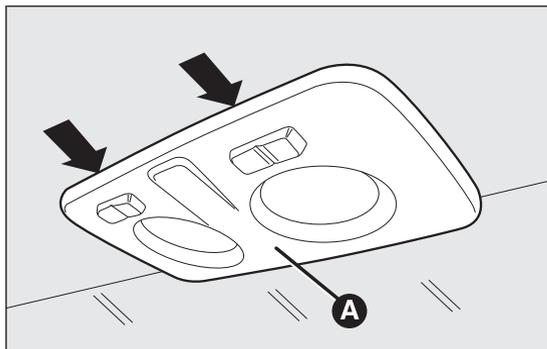
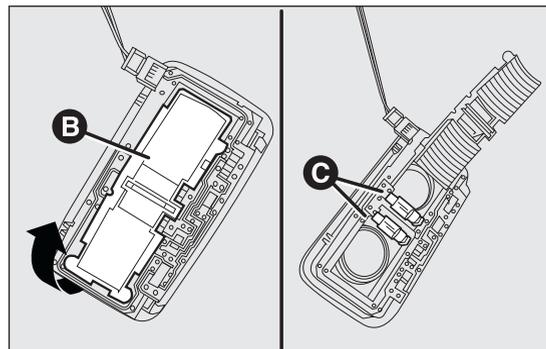

fig. 156
fig. 157
- agire nei punti indicati dalle frecce e rimuovere la plafoniera A fig. 156;
- aprire lo sportellino di protezione B fig. 157;
- richiudere lo sportellino B fig. 157 e fissare la plafoniera A fig. 156 nel proprio alloggiamento accertandosi dell'avvenuto bloccaggio.